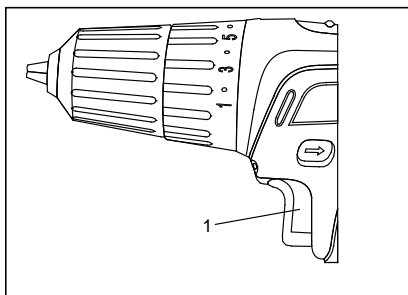

Рис.7
Шуруповерт оснащен кнопкой включения (1) с плавной регулировкой числа оборотов. Медленное вращение происходит при легком нажатии на кнопку и увеличивается при более сильном нажатии (Рис. 7).